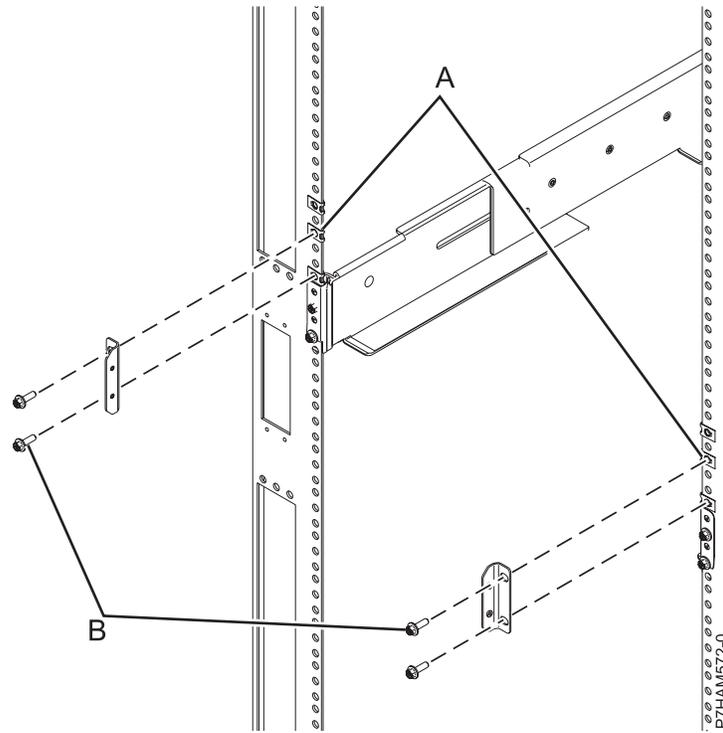

Figura 13. Instalación de las piezas de sujeción
- m. En la parte posterior del bastidor, instale las piezas de sujeción (A) en los rebordes izquierdo y derecho del bastidor, tal como se muestra en la Figura 13 en la página 15. Fije cada abrazadera aplicando tornillos M5 (B) en las dos ubicaciones situadas directamente encima de la abrazadera del riel donde se han instalado los clips de tuerca.